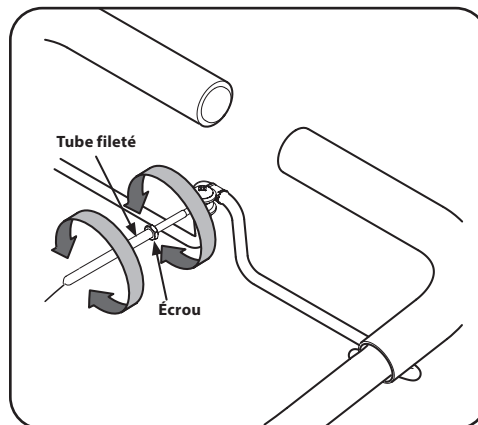

Figure 2-11
6. Embrayez lentement l'appareil en pressant la commande d'embrayage contre le guidon. Les pneus devraient tourner. Si les pneus ne tournent pas lorsque le moteur est en mode de marche avant, ajustez le levier. Pour effectuer le réglage, dévissez le tube à l'extrémité du câble en le tournant quelques tours vers la gauche (vous devez être au poste de conduite). Voir Figure 2-11.